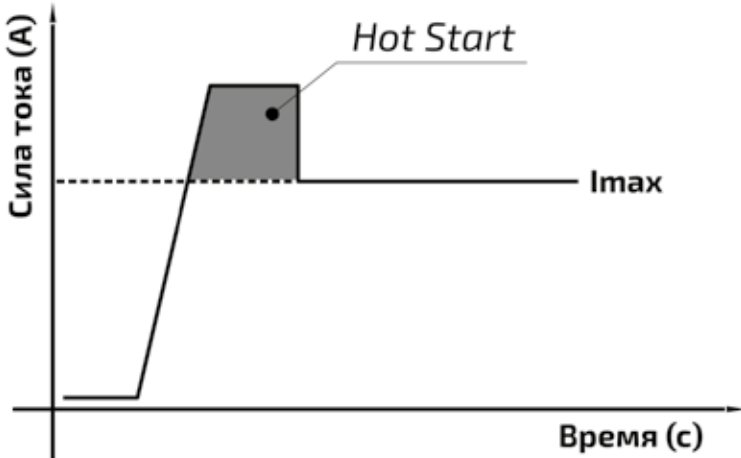

Рис. 6.2.1. Hot Start.
**Hot Start (горячий старт)** – служит для обеспечения лучшего поджига дуги в начале сварки, инвертор автоматически повышает сварочный ток. Это позволяет значительно облегчить начало сварочного процесса (см. рис. 6.2.1).